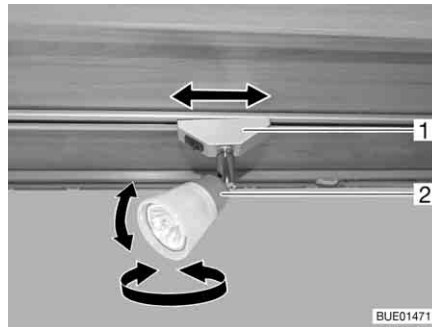

Fig. 47 Spot
*Tourner :* ■ Saisir le boîtier (Fig. 47,2) et le tourner.
*Faire coulisser :* ■ Attraper le support (Fig. 47,1) le faire pivoter d'environ 45°.
*Enlever :* ■ Attraper le support (Fig. 47,1) et le faire pivoter d'environ 90°.